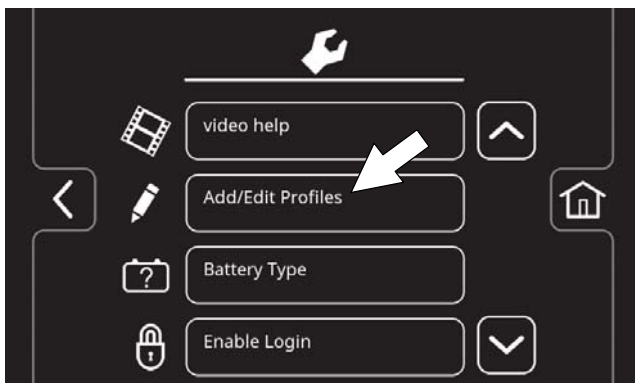

ABB. 177
2. Drücken Sie die Taste zum Hinzufügen/Bearbeiten von Profilen (Abbildung 177).